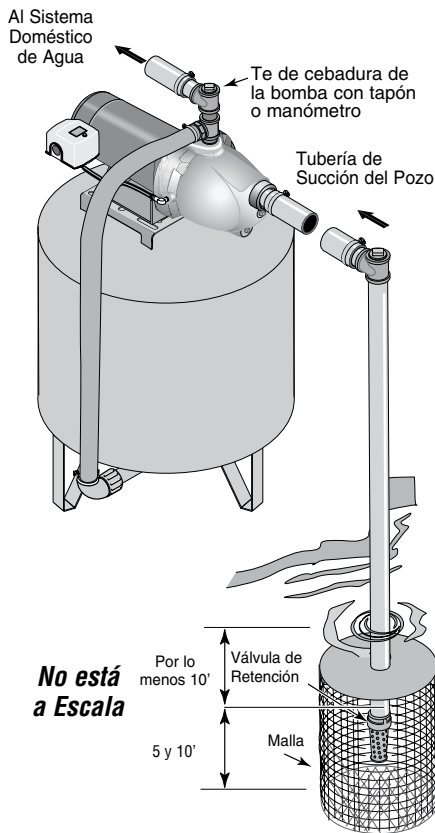

Figura 3: Instalación para agua superficial
INSTALACION PARA AGUA SUPERFICIAL (Figura 3)
- Paso 2. Instale una válvula de retención y la tubería de succión (vea la Figura 3). Asegúrese de que la válvula de retención funcione libremente. Utilizar cinta selladora de PTFE para roscas de tubería sobre las juntas roscadas de la tubería. Proteja la conexión de la válvula de retención de peces, basura, etc., con la instalación de una malla de alambre a su alrededor (Vea la Figura 3).
- Paso 4. Instale una "T" para cebar, tapón para cebar y la tubería de succión a la bomba (vea la Figura 3). Soporte la tubería para que no haya inclinaciones verticales o hundimientos en ella a fin de que no ejerza tensión sobre el cuerpo de la bomba y con el propósito de que no se incline ligeramente hacia arriba desde el pozo hacia la bomba (los puntos altos pueden ocasionar que se formen bolsas de aire que pueden bloquear la bomba). Sellar las juntas de la tubería de aspiración con cinta selladora de PTFE para roscas de tubería. Las juntas deben ser a prueba de agua o estar herméticamente cerradas. *Si la tubería de succión pudiera succionar aire, la bomba no podrá sacar agua del pozo.*